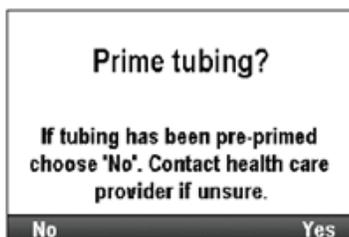

Figura 9: Pantalla "¿Desea cebar la línea?"
5. Cuando aparezca el mensaje **Desconectar la línea**, asegúrese de que no esté conectada al catéter i.v. Verifique que todas las pinzas estén abiertas. Presione **Cebar**. Vea la figura 9.